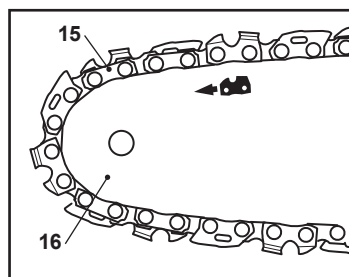

Fig. 4
5. Le sens de rotation de la chaîne est indiqué par la flèche (Fig. 4).